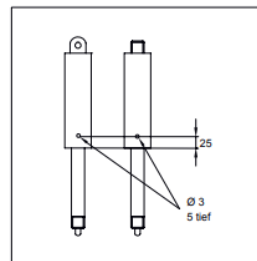

Bild 3 - Absolut starr blockierbare Gasfeder (Type X)
- 3) Absolut starr blockierbare Gasfeder (Type X): Bohrung gemäß Bild 3 ca. 25mm an der Führung ausgesägt/ -gebohrt werden, sonst besteht die Gefahr, dass Öl schlagartig durch die erzeugte Öffnung entweicht.